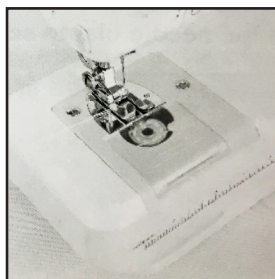

Fig. 6
5. Coloque de volta a tampa protetora da bobina, pegue as linhas (superior e inferior) e puxe-os para a parte de trás da máquina, deixando aproximadamente 15cm de sobra de linha. (Fig 6)